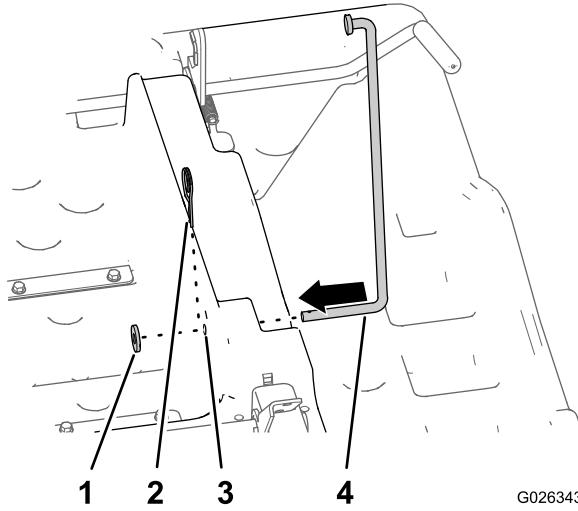

Figura 13
1. Inserite la parte lunga dell'asta di supporto attraverso il foro orizzontale da 12,7 mm nella parte inferiore destra del pianale (Figura 13).
2. Allineate una rondella (1/2 poll.) sulla parte lunga dell'asta di supporto e fissate l'asta al pianale di carico con una coppiglia (Figura 13).